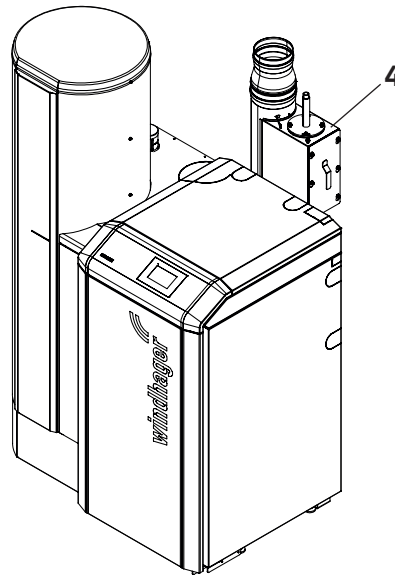

Fig. 74 Feinstaubfilter im Abgasrohr
- ▶ Ist im Abgasrohr ein Feinstaubfilter montiert (Fig. 74), diesen auf Verschmutzung kontrollieren und gegebenenfalls reinigen (siehe eigene Anleitung des Feinstaubfilters).